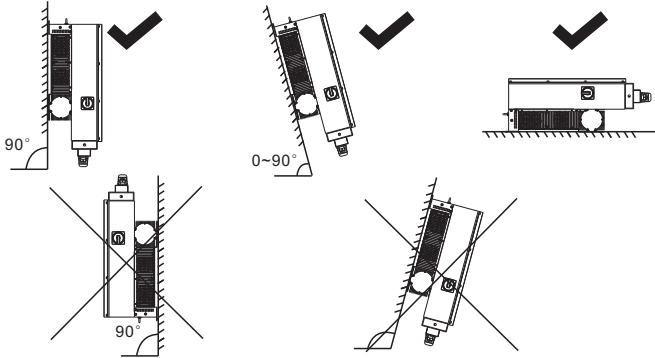

图3-2
- H、逆变器可以安装在垂直或向后倾斜的平面上，请参考图3-2。